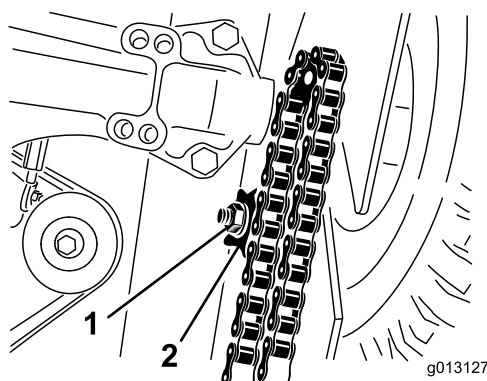

Bild 27
- A. Lösen Sie die Mutter, mit der das Spannscheibenkettenrad der Kette befestigt ist, die Sie spannen (**Bild 27**).